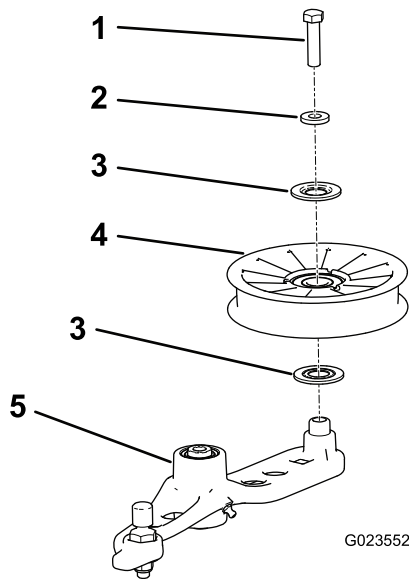

図 58
6. 古いテンショナプーリをテンショナアームに固定しているボルトを外して新しいプーリを取り付ける 図 58。